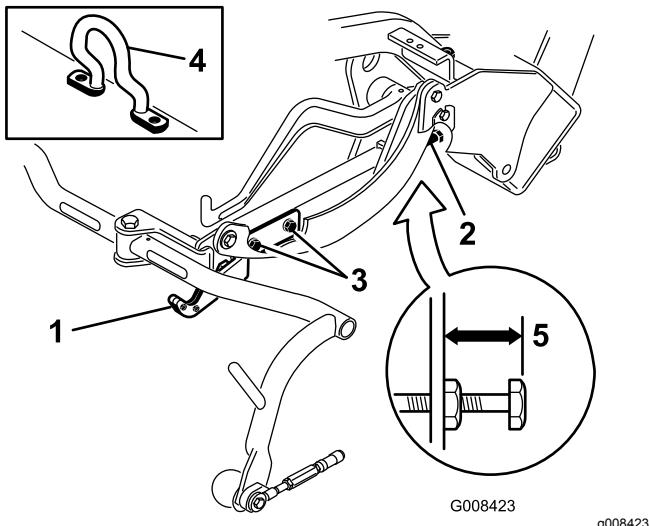
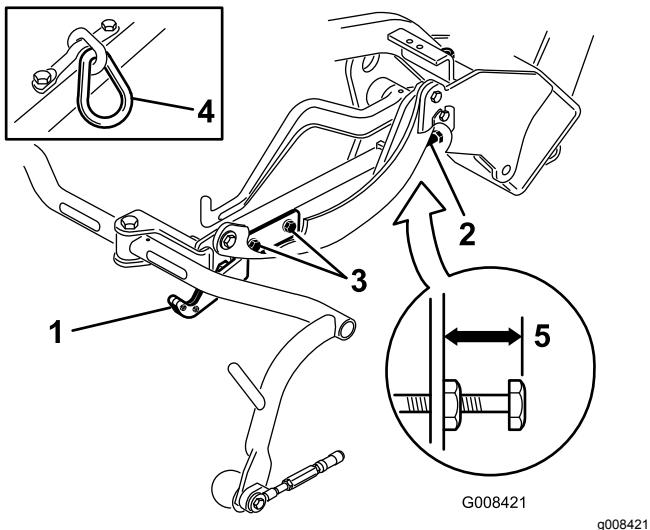
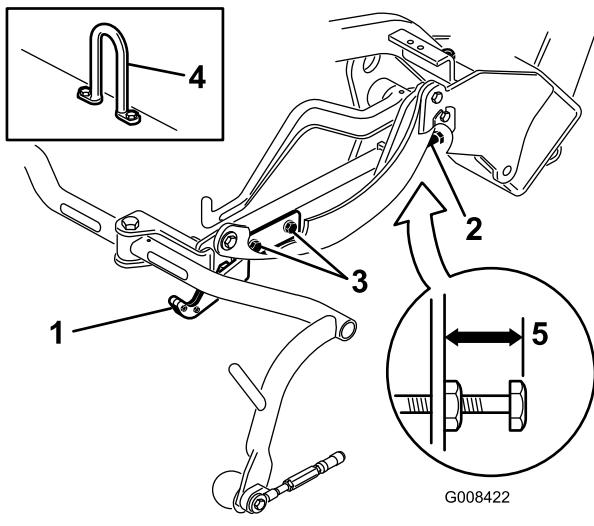

Bild 12
Bild 13
Bild 14
Prüfen Sie die Transporthöhe (Bild 13 und Bild 14) und stellen Sie diese ggf. ein.
2. An Schneideeinheiten, die einen Versatzhubhaken haben (Bild 12, Einsatz) müssen Sie darauf achten, dass der Abstand von der Oberkante der Einstellschraube am Trägerrahmen bis zur Rückseite des Trägerrahmens 25 mm beträgt. Sollte der Abstand nicht 25 mm sein, gehen Sie auf Schritt 4.
3. An Schneideeinheiten, die ein Kettenglied oder einen geraden Hubbaken haben (Bild 13 und Bild 14, Einsätze) müssen Sie darauf achten, dass der Abstand von der Oberkante der Einstellschraube am Trägerrahmen bis zur Rückseite des Trägerrahmens 22 mm beträgt. Sollte der Abstand nicht 22 mm sein, gehen Sie auf Schritt 4. Wenn die Schneideeinheit mit einem Versatzhublenker (Bild 12) ausgestattet ist, gehen Sie auf den nächsten Schritt.
4. Lockern Sie die Befestigungsschrauben an der Transportplatte (Bild 13, Bild 14 und Bild 12).
- 7. Wenn die Trägerrahmen nicht dieselbe Höhe aufweisen, lösen Sie die Klemmmutter an der Einstellschraube des Trägerrahmens (Bild 12, Bild 13 und Bild 14). Drehen Sie die Schraube raus, um den Trägerrahmen anzuheben, oder drehen Sie die Schraube rein, um ihn abzusenken. Ziehen Sie die Klemmmutter wieder an, nachdem Sie die korrekte Höhe eingestellt haben.